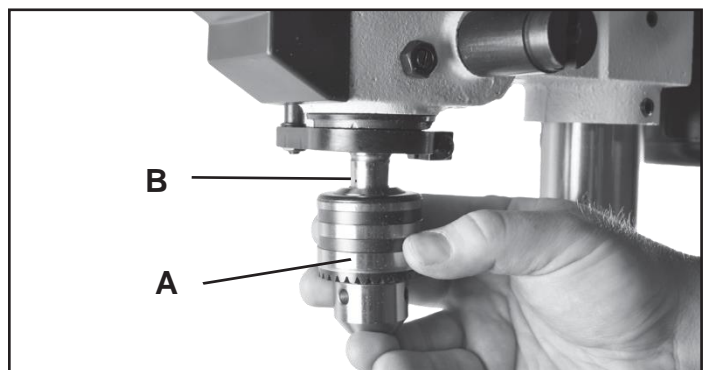

FIG. 5
6. Glissez le mandrin de 1/2" (FIG. 5, A) sur la broche préinstallée (B). Ouvrez les mâchoires du mandrin au complet et frappez-le en place avec un maillet de caoutchouc ou un marteau et un bloc de bois. Ceci assurera correctement le mandrin sur la broche.